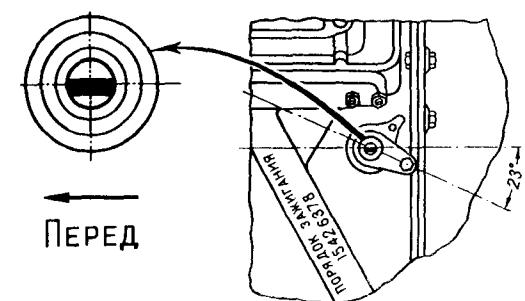

Рис. 11.3. Установка привода датчика-распределителя
2. Вставить привод датчика-распределителя в отверстие блока так, чтобы прорезь в валике привода была направлена вдоль оси двигателя и смешена влево, считая по ходу автомобиля (рис. 11.3).
3. Закрепить корпус привода держателем и гайкой так, чтобы кронштейн с резьбовым отверстием, имеющийся на корпусе привода, был направлен назад (считая по ходу автомобиля) и повернут примерно на 23° влево от продольной оси двигателя, как указано на рис. 11.3.